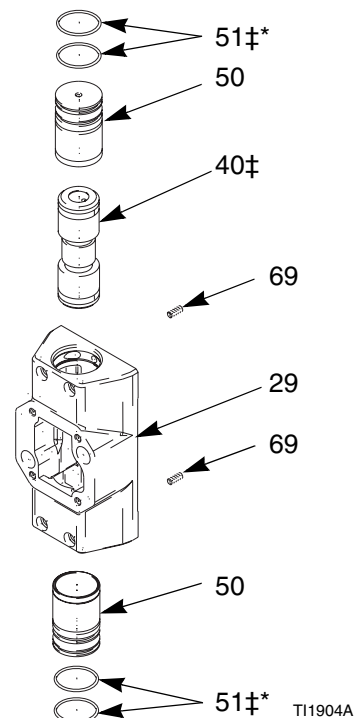

Fig. 7 Conjunto del pistón de la válvula de aire
4. Retire los tornillos de fijación (69). Desarme el conjunto del pistón. Vea FIG. 7. Utilice el tornillo (46) para sacar el primer casquillo (50). Tanto el tornillo como las roscas internas del casquillo son del tamaño M6x1.